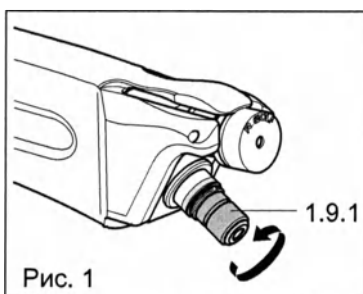

Рис. 1
- ◇ Адаптер со стороны эндоскопа (1.9.1) отвинчивается и может быть заменен соответствующим переходником для подсоединения волоконных световодов других изготовителей. (рис. 1)